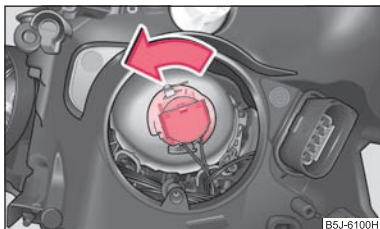

Fig. 169 Demontarea becului luminii de întâlnire
- Rotiți conectorul cu becul spre stânga până la limită ⇒ fig. 169 și scoateți-o.